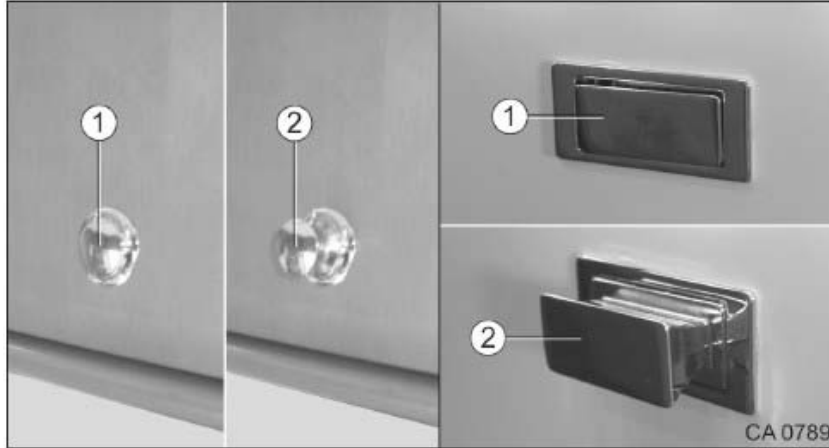

Fig. 87 Fermeture push-lock fermée/ouverte
1. Pousser sur la fermeture push-lock pour l'ouvrir (Fig. 87/2) ou la fermer (Fig. 87/1).